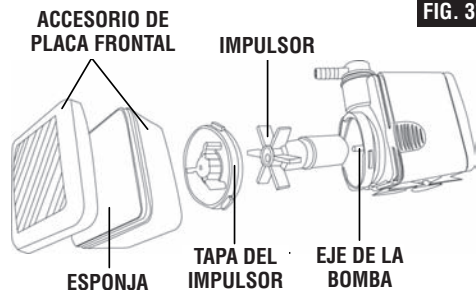

FIG. 37
3. Reensamble la bomba consultando la ilustración (Fig. 37).